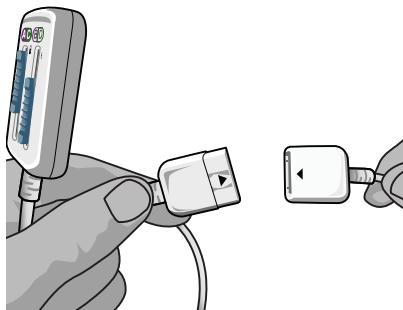

Figura 4: Estimulador de prueba externo 2 y cable de estimulación intraoperatoria 2 x 8 con extensión
1. Conecte la extensión al cable de estimulación intraoperatoria (Figura 4).